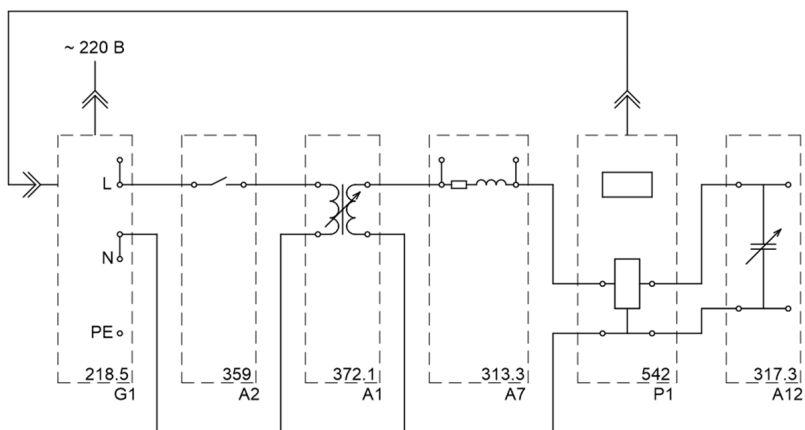

Рис. 1.3. Схема для снятия статической характеристики мощности по напряжению батареи конденсаторов
Электрическая схема соединений представлена на рис. 1.3. Она состоит из однофазного источника питания G1 (218.5); автоматического однополюсного выключателя А2 (359); однофазного трансформатора А1 (372.1); модели линии электропередачи А7 (313.3); измерителя параметров однофазной сети Р1 (542); емкостной нагрузки А12 (317.3).
4. Соедините аппаратуру в соответствии со схемой электрических соединений, приведенной на рис. 1.3.